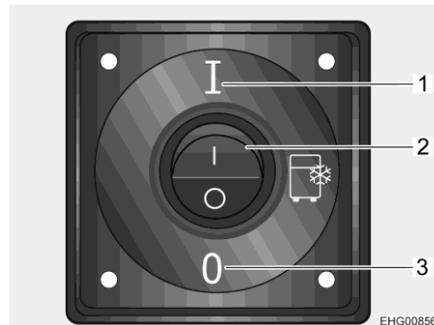

Bild 58 Ein-/Ausschalter Kühlbox
- Wippschalter (Bild 58,2) auf Stellung I (Bild 58,2) stellen.
- Wippschalter (Bild 58,2) auf Stellung 0 (Bild 58,3) stellen.